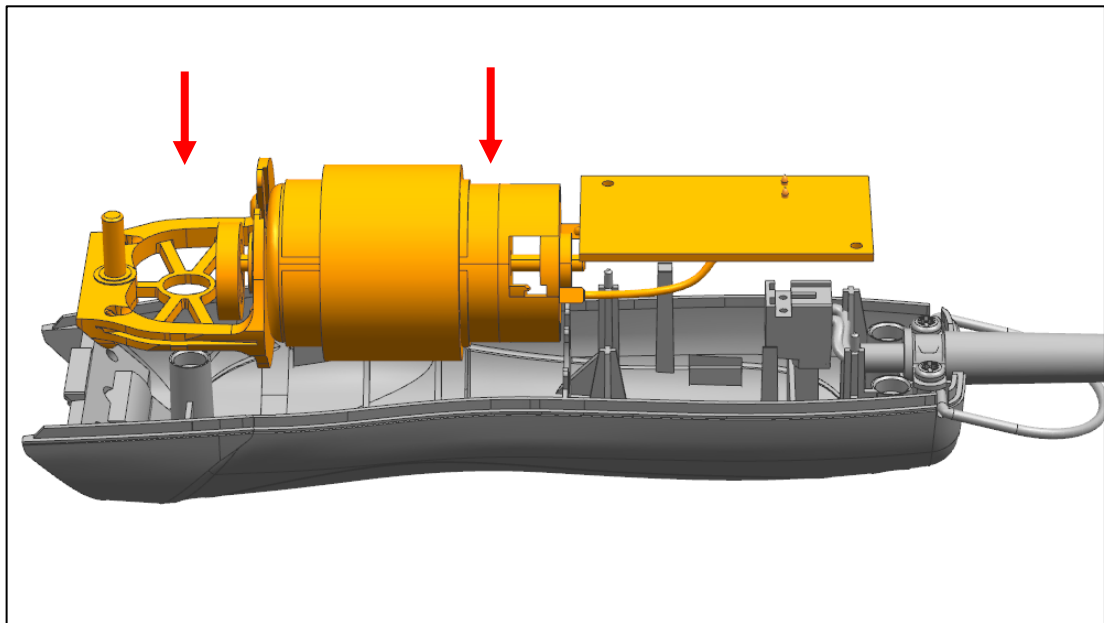

Abb. 35
- Legen Sie die komplette Antriebseinheit in das Gehäuseunterteil (Abb. 35).